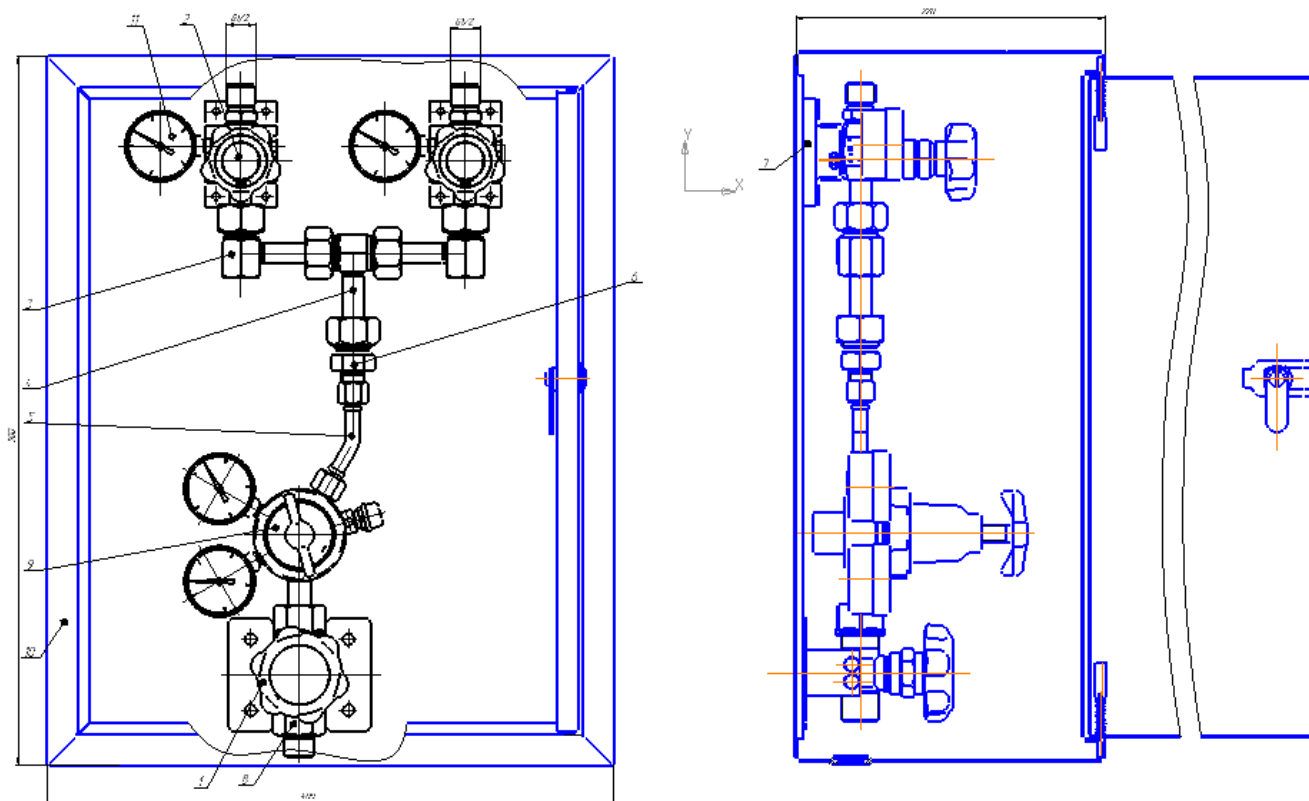

Рис. 1. Пост газопитания ПГК2-50-з
4.1 Внешний вид поста показан на рис. 1